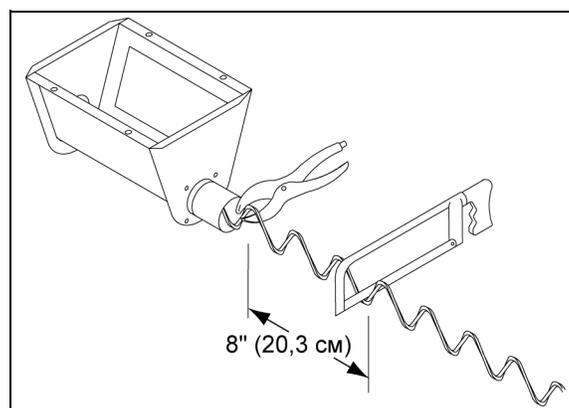

Рисунок 5W Обрезка шнека
8. Чтобы облегчить обрезку шнека, вытяните его еще на 8" (20 см) после метки и затяните хомутом у разгрузочного устройства. Эта затяжка сбрасывает натяжение у метки и тем самым облегчает отрезание. См. рис. 5W.